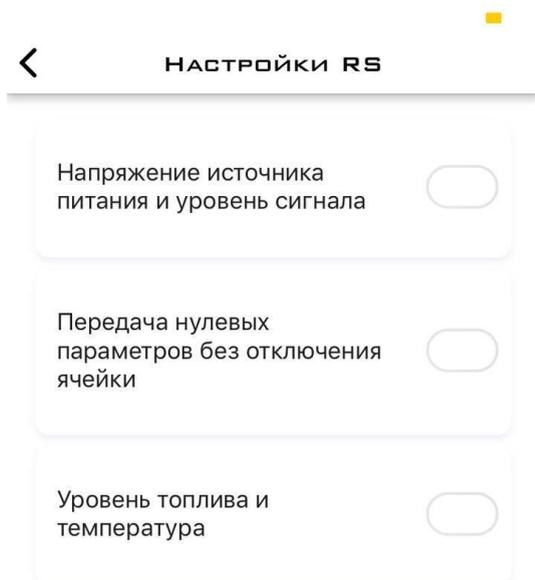
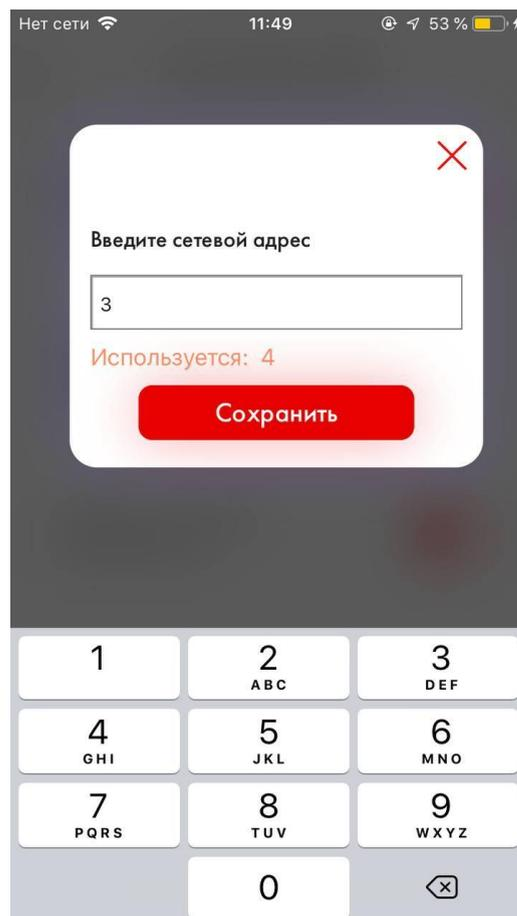

Рис. 71 Нажмите на пару параметров которые вы хотите транслировать
Рис. 72 Выберите нужный вам сетевой адрес и нажмите сохранить
2.10.3 Выберите пару параметров, которые необходимо транслировать (Рис. 71). Затем назначьте этой паре параметров сетевой адрес (Рис. 72).